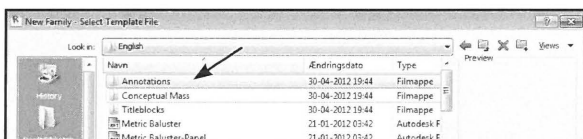

Fig. 03.45. Find frem til *Annotations* mappen.
- Find frem til mappen *Annotations* (Fig. 03.45).